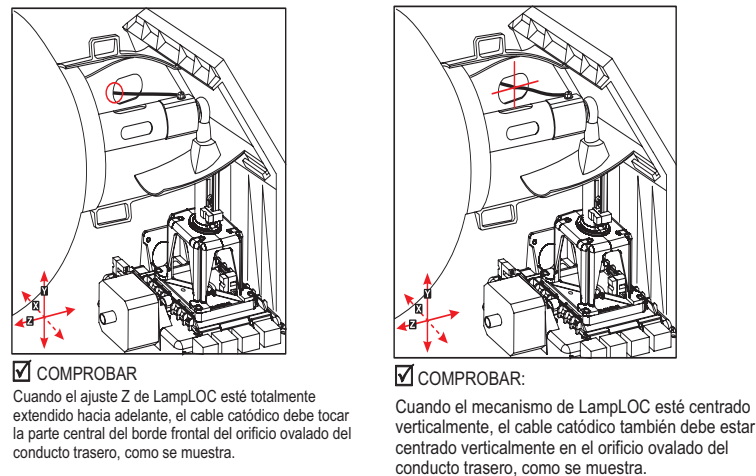

Figura 5-1 Compruebe la posición del cable catódico
- Compruebe la posición del cable catódico. (Figura 5-1) **Peligro de exposición a rayos UVA. Manipulación solo por técnico cualificado.**